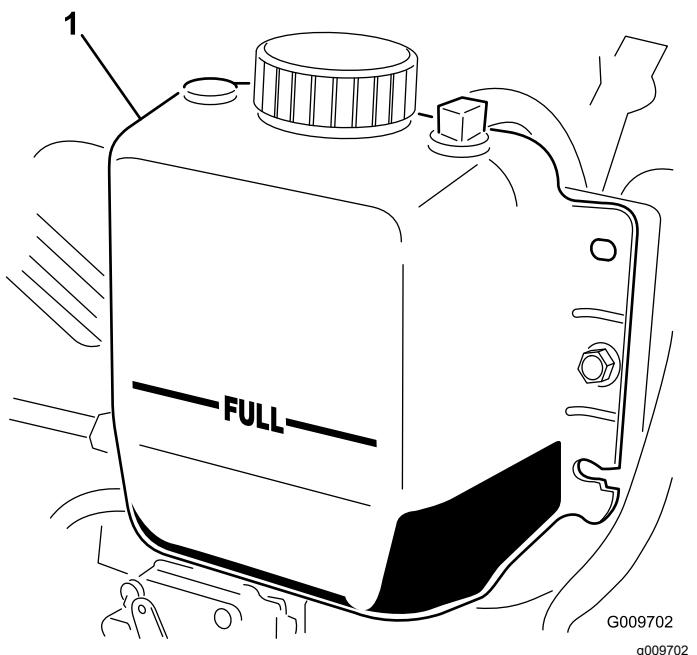

図 71
- ラジエター内部の液量を点検する。ラジエターは補給口の首の部分まで、補助タンクはFULLマークまであれば適正です図 71。